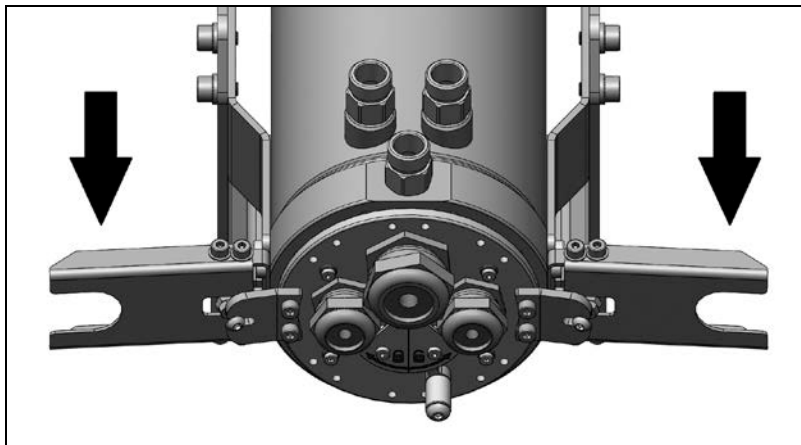

Abbildung 21: Öffnen der Spannscharniere
5. Zur Demontage verfahren Sie in umgekehrter Reihenfolge (**Abbildung 21**).